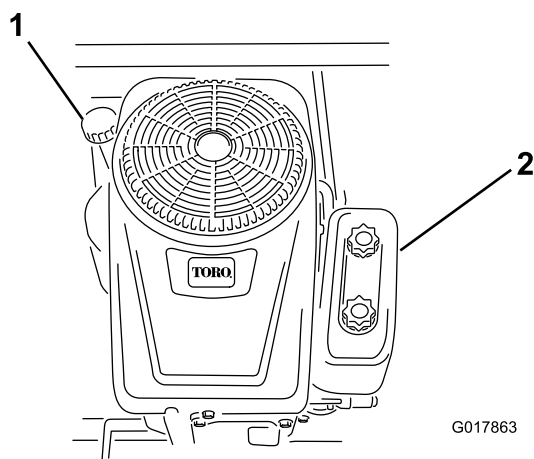

Figura 29
4. Limpie alrededor de la varilla de nivel de aceite (Figura 29) para impedir que caiga suciedad por el orificio de llenado y cause daños en el motor.
- Vierta lentamente aproximadamente el 80% de la cantidad especificada de aceite por el orificio de llenado (Figura 29). Compruebe el nivel de aceite; consulte el procedimiento Verificación del nivel de aceite.